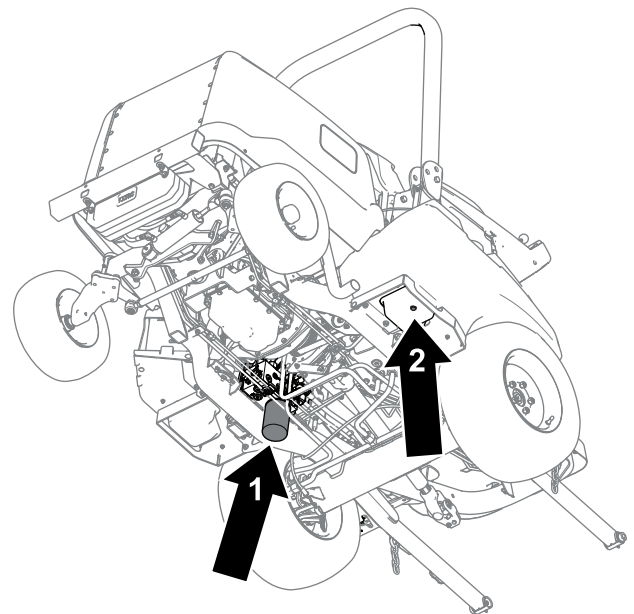

Figura 80
4. Rimuovete il tappo di spurgo (Figura 80) dalla base del serbatoio e lasciate fuoriuscire il fluido idraulico nella bacinella.
6. Collocate una bacinella di spurgo sotto il filtro (Figura 80), togliete il filtro e lasciate defluire l'olio rimanente nella bacinella.